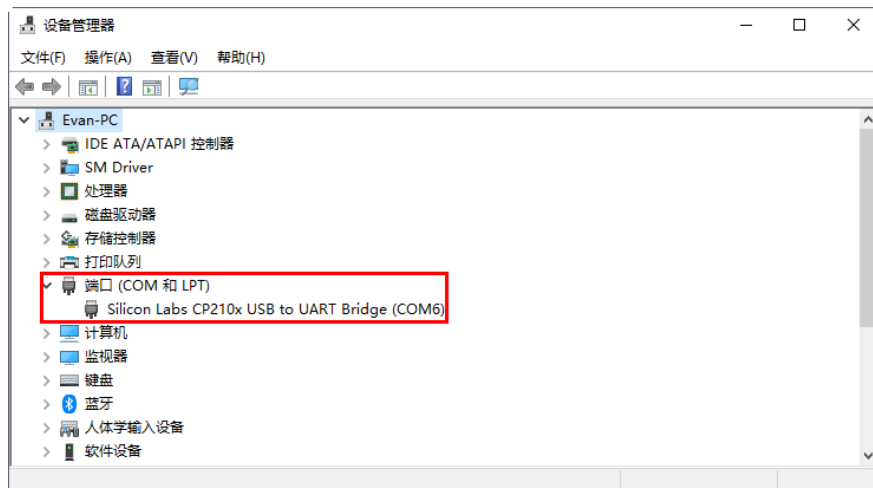

图 2.9 V2 机械臂串口信息
**步骤 3** 打开“设备管理器”窗口。如果在“端口（COM和LPT）”中可以找到“Silicon Labs CP210x USB to UART Bridge (COM6)”或“USB-SERIAL CH340(COM3)”，则说明驱动安装成功，如图 2.9 所示。